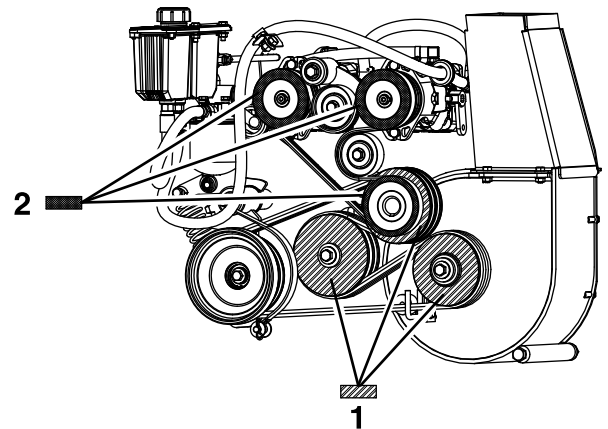

Figura 66
8. Midiendo desde la polea del soplador como base, mueva el motor y el eje secundario hasta que la superficie trasera de las tres poleas estén alineadas a una distancia de entre 0,8 y 1,6 mm (Figura 66).
4. Con un borde recto, alinee cada polea de la bomba con la polea del motor, deslizándola a lo largo del eje de la bomba (Figura 66).